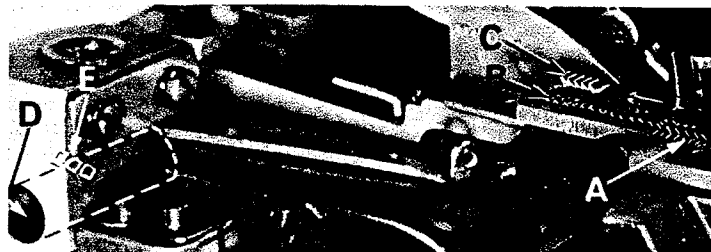

Fig. 12
Jetzt werden Differential-(vorderen) Transporteur (A, Fig. 12) Haupttransporteur (B) (hinteren) und der Ketttransporteur (C) eingebaut. Stelle bei den Klassen 39500 QA, RS, TE und TD alle drei Transporteure (A, B, C, Fig. 12) so ein, daß ihre Oberflächen in einer Ebene liegen. Das kann durch Auflegen eines Lineals über die Zähne überprüft werden. Es müssen die Transporteure durch Drehen der exzentrischen Achse (D) mit der Oberfläche der Stichplatte in eine Ebene gebracht werden. Die Achse (D) hebt oder senkt das hintere Ende der beiden Transporteurträger zur gleichen Zeit.
Now assemble differential (front) feed dog (A, Fig. 12), if not already in place, main (back) feed dog (B) and chaining feed dog (C). On Styles 39500 QA, RS, TE and TD, set all three feed dogs (A, B, C, Fig. 12) so the top surfaces of teeth all lay in the same plane. This can be checked by sighting across teeth with a straight edge. Now assemble throat plate. Feed dogs should now be leveled with throat plate surface by rotating feed tilting adjusting pin (D). This pin raises or lowers the back end of both feed bars at the same time.